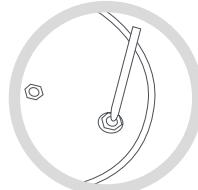

Fig. 6
2. Soupape de sécurité (7). Assurez-vous que la soupape de sécurité (7) fonctionne correctement en appuyant sur celle-ci à l'aide d'une tige fine, depuis l'intérieur du couvercle (1) (Fig. 6). Pour un bon fonctionnement, elle devrait coulisser librement de haut en bas. Si elle est bloquée, n'utilisez pas l'autocuiseur et portez-le au service après-vente agréé Fagor, pour une révision.